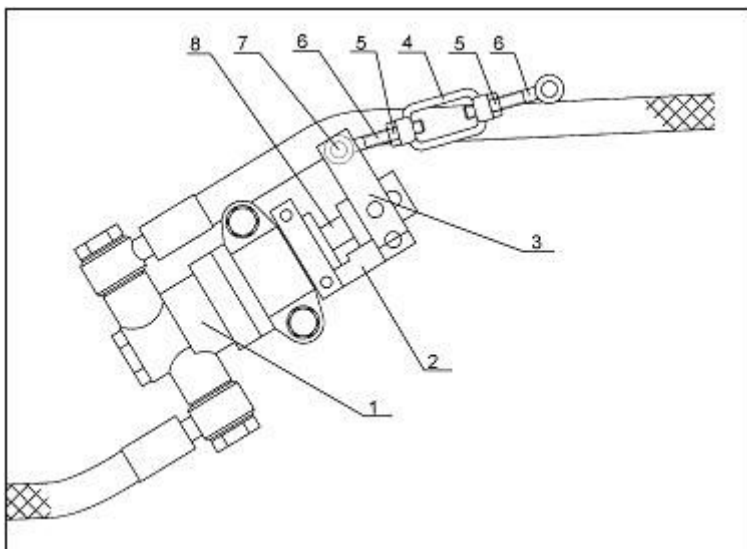

Рис. F-73. Схема регулировки тормозного клапана.
- Нажать на рычаг сблокированного тормоза до полного торможения и измерить расстояние, на которое выдвинут штырь тормозного клапана из его корпуса. Это расстояние должно составлять 5 мм. Если это расстояние не соблюдается, необходимо провести регулировку (рис. F-73):